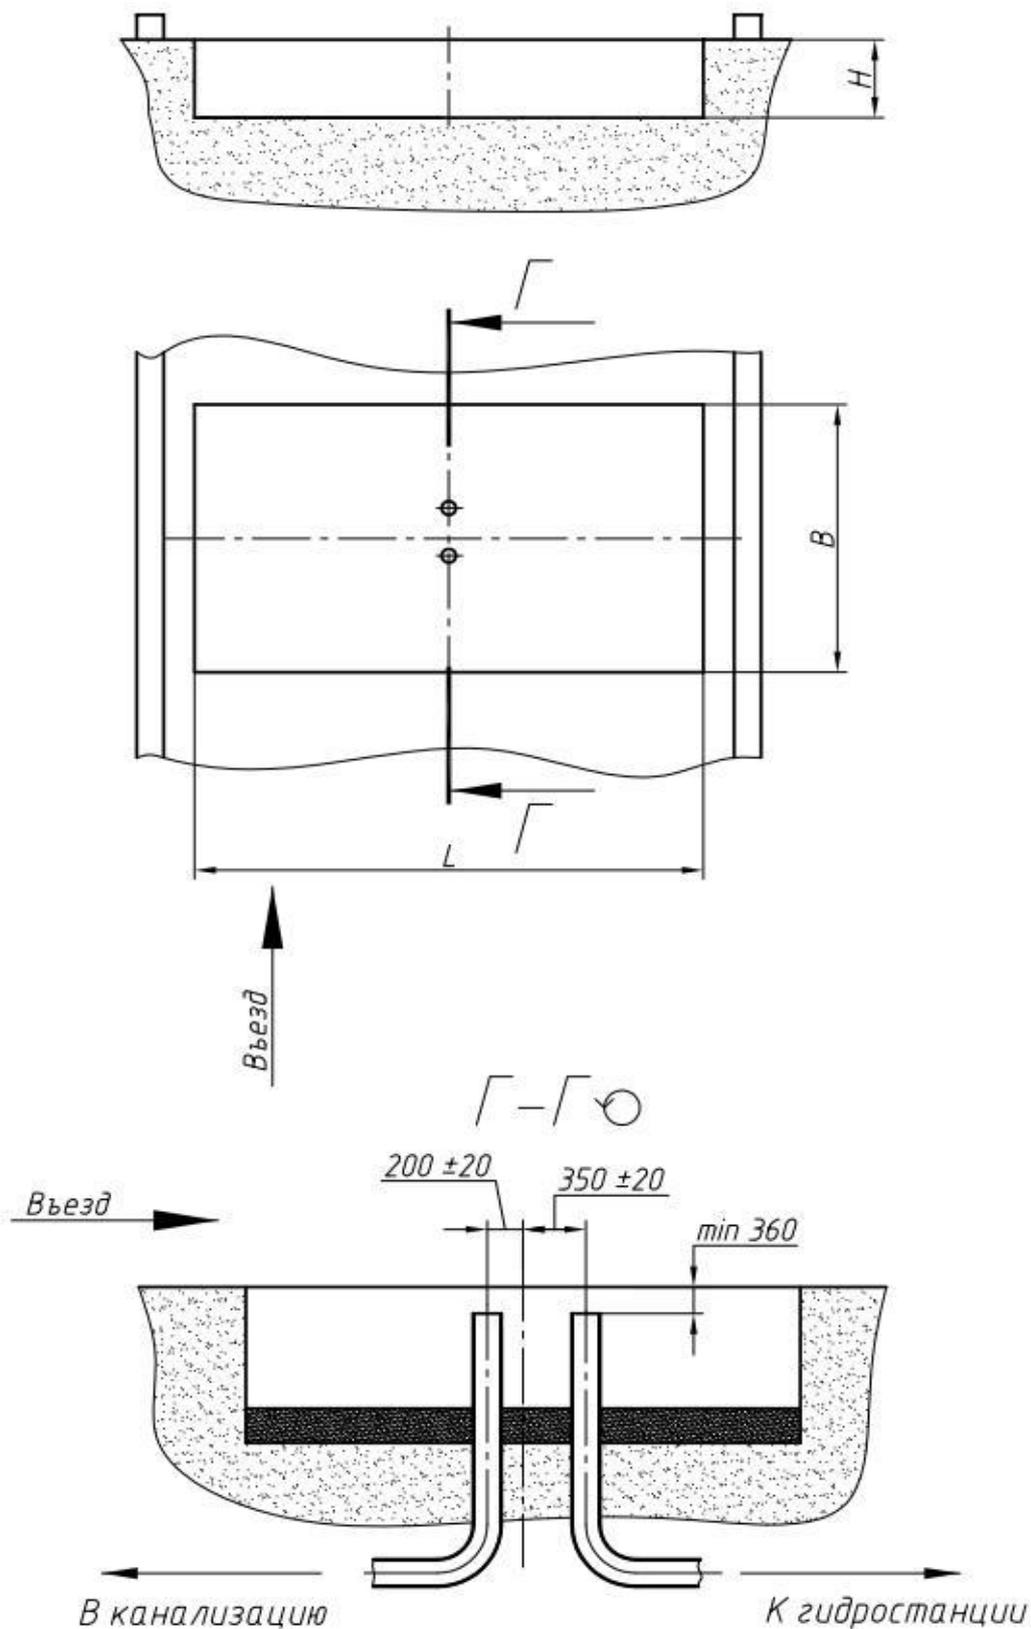

Рисунок 3
- 4.1.5 Выполнить дренаж (рис. 3) либо в существующую ливневую канализацию, либо на глубину ниже глубины промерзания в случае, если порода позволяет эффективно отводить сточные воды. Дренаж выполнить из ПВХ трубы диаметром не менее 100мм в случае отвода в ливневую канализацию и не менее 200мм в случае отвода сточных вод в грунт.
- 4.1.7 Уложить трубу (рис. 3) для прокладки РВД и кабеля управления. Рукав выполнить из ПВХ трубы диаметром не менее 200мм.